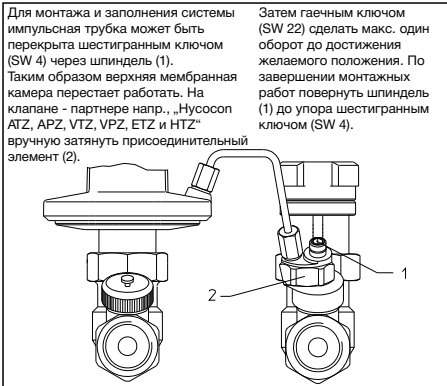

Рис. 6.1: „Нусосон DTZ“, подключение импульсной трубки, (установка на обратной линии)
- Открыть импульсную трубку на подающей линии с помощью шестигранного ключа через шпindel (1) (см. рис. 6.1)
2. Отключить импульсную трубку на вентиле на подающей линии. (см. рис. 6.1).
2. Отключить импульсную трубку на вентиле на подающей линии и на корпусе на „Нусосон DTZ“ (см. рис. 6.1)
2. Отключить импульсную трубку на вентиле на подающей линии. (см. рис. 6.1)